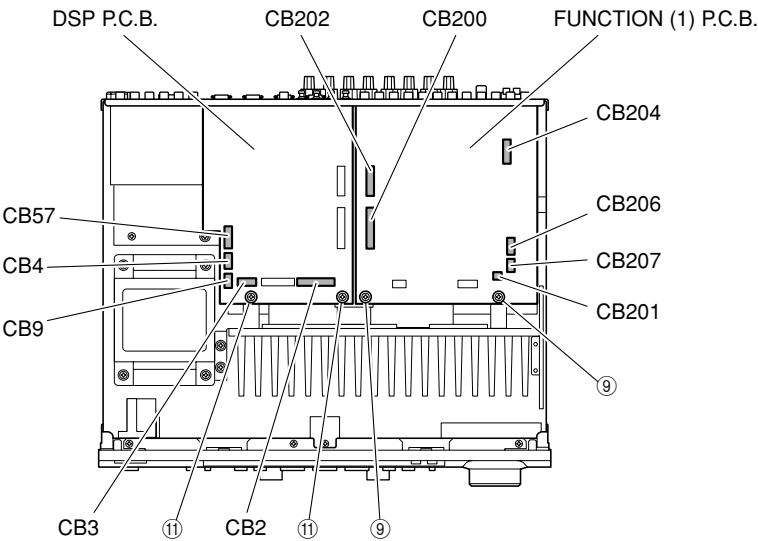

Fig. 2
5. Removal of FUNCTION (1) P.C.B.
- a. Remove 2 screws (⑨). (Fig. 2)
- c. Remove CB200-202, CB204, CB206 and CB207. (Fig. 2)
- d. Remove the FUNCTION (1) P.C.B.. (Fig. 2)
- a. Remove 2 screws (⑪). (Fig. 2)
- c. Remove CB2-4, CB9 and CB57. (Fig. 2)
- d. Remove the DSP P.C.B.. (Fig. 2)
- a. ⑨のネジ2本を外します。(Fig. 2)
- c. CB200～202、CB204、CB206、CB207を外します。(Fig. 2)
- d. FUNCTION(1)P.C.B.を取り外します。(Fig. 2)
- a. ⑪のネジ2本を外します。(Fig. 2)
- c. CB2～4、CB9、CB57を外します。(Fig. 2)
- d. DSP P.C.B.を取り外します。(Fig. 2)